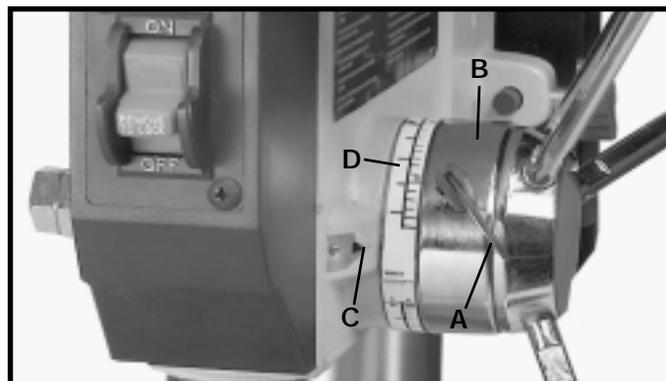

Fig. 27
3. Abaissez la broche jusqu'à ce que l'aiguille (C) fig. 27 s'aligne avec la profondeur voulue indiquée sur l'échelle (D). Ensuite, serrez la vis de verrouillage (A). Remettez la broche à la position relevée.
5. Faites un trou d'essai pour vérifier l'ajustement. Refaites le réglage au besoin. Tous les trous seront alors percés exactement à la profondeur indiquée sur l'échelle (D) fig. 27.
- REMARQUE :** L'échelle (D) est calibrée en pouces et en millimètres.